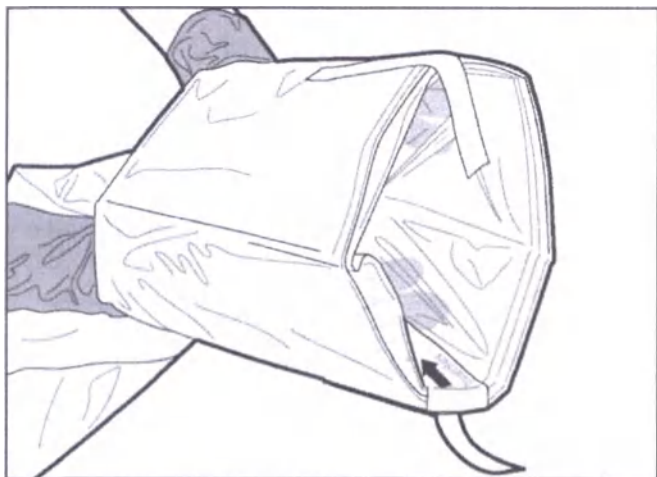

Рисунок 3. Открывание пакета
4. Стерильный оператор удерживает пакет, поместив руки во внутренние складки, и открывает его так, чтобы оператор вне стерильного поля поместил в него MDU5 PLUS. Стикер Insert Here («Поместить сюда») позволяет легче отыскать отверстие пакета (Рисунок 3).